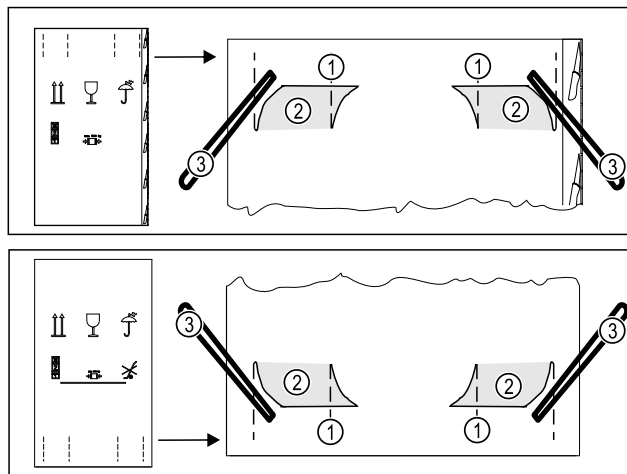

Fig. 5
- Vtlačte obalový karton nahoře a dole na perforaci Fig. 5 (1).
- Vytáhněte vtlačené spojky Fig. 5 (2).
- Nosné popruhy jsou viditelné Fig. 5 (3).
- Vytáhněte všechny čtyři nosné popruhy Fig. 5 (3).
- Držte spotřebič za všechny čtyři nosné popruhy Fig. 5 (3).